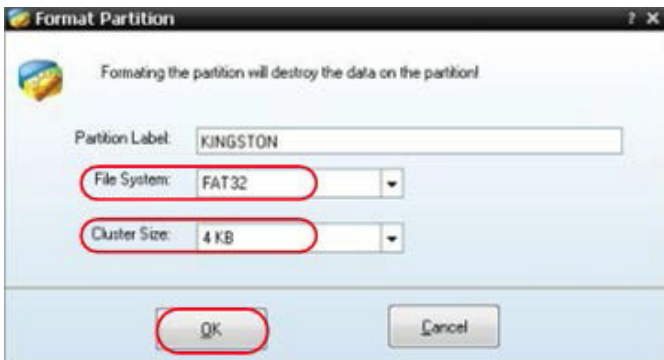

Рисунок 5.42. Установка параметров форматирования
- 5) В открывшемся диалоговом окне выберите файловую систему FAT32, установите размер единичного блока выделения на значение 4 KB, после чего щелкните по кнопке **OK** (рисунок 5.42).